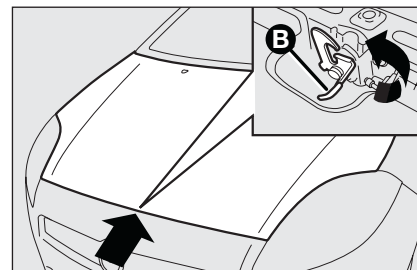

fig. 97
- tirer le petit levier **B-fig. 97** et soulever le capot.